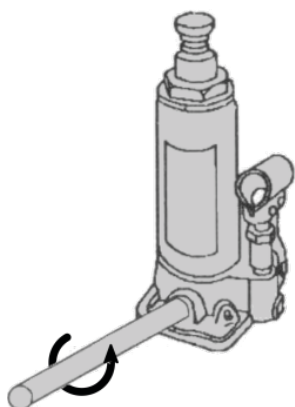

Bild 2: Öffnen des Ablassventils
- Öffnen Sie das Ablassventil, indem Sie das Mittelteil des Pumphebels auf den Knebel des Ablassventils stecken und langsam (maximal eine Umdrehung) gegen den Uhrzeigersinn drehen (Bild 2).
- Öffnen Sie das Ablassventil, indem Sie das schmale Ende des Pumphebels auf den Vierkant des Ablassventils stecken und langsam (maximal eine Umdrehung) gegen den Uhrzeigersinn drehen (Bild 2).